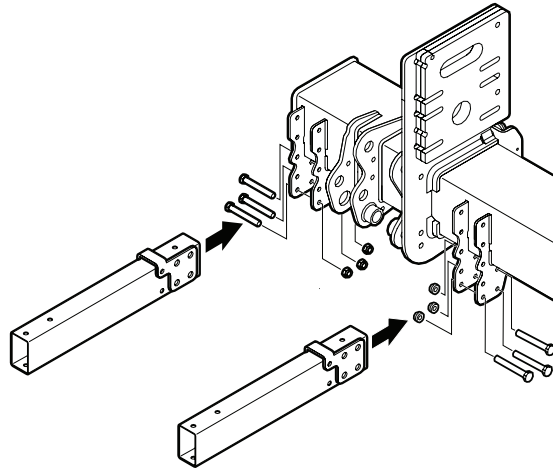

Imagen 52. Montaje de las consolas en la estructura
1. Monte las consolas en la estructura del elevador trasero con 3 tornillos M12x100 cada uno sin apretar. Consulte Imagen 52.